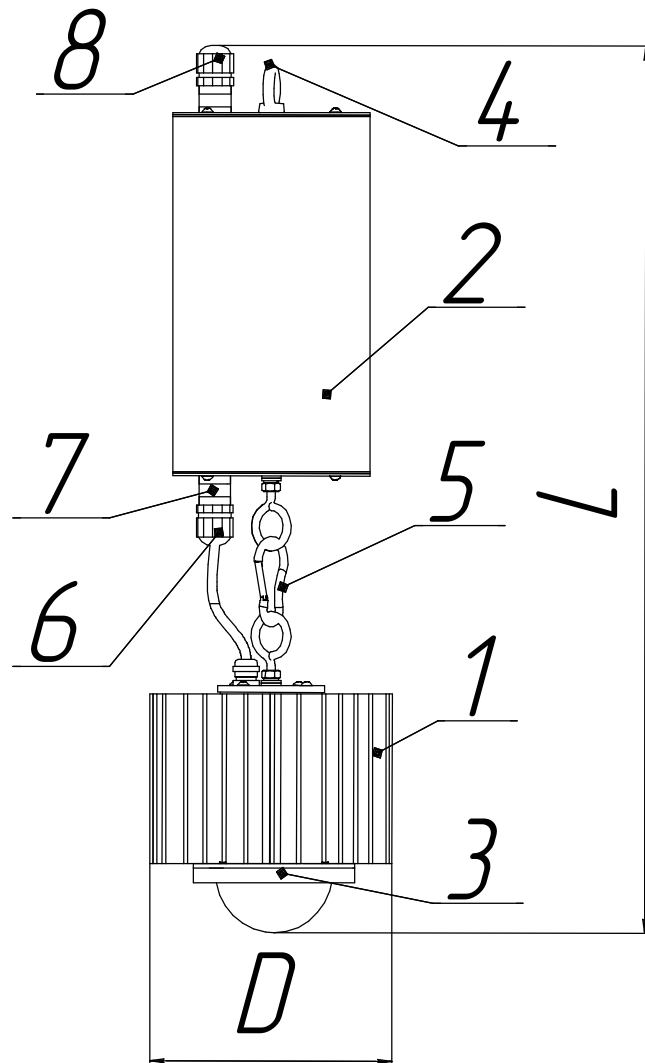

Рисунок 1 - Светильники серии ДСП04 БАП
3.2 Светильники в соответствии с рис. 1 приложения А, состоит из корпуса в сборе поз. 1, источника питания поз. 2, светодиодного модуля с линзой поз.3